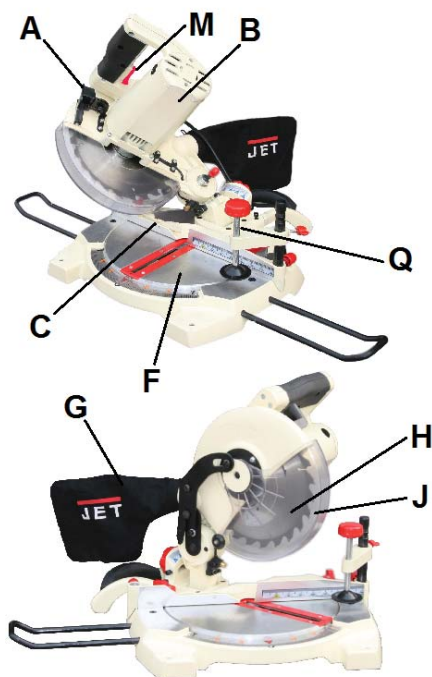

Рис. 1
- Мешок (G, Рис. 1) предназначен для сбора пыли. Мешок можно присоединить на штуцер в задней части станка.
- Передвиньте зажим (А, Рис. 1) в сторону и при помощи ручки медленно и плавно нажмите на режущую голову.